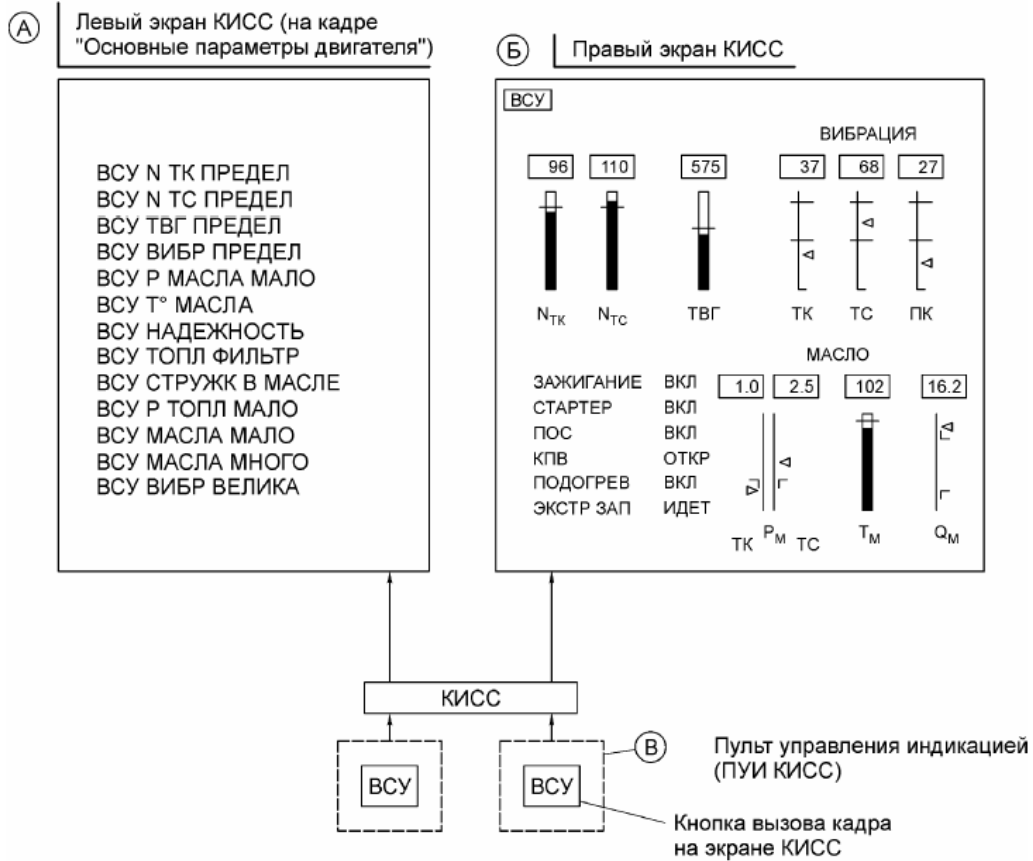

Рис. 4.23. ИНДИКАЦИЯ О ВСУ
**Левый экранный индикатор КИСС.** На левом экране отображается информация в виде надписей об аварийных отказах и неисправностях ВСУ, а также предупреждающая информация (рис. 4.23). Дискретные команды на высвечивание надписей об аварийных отказах и неисправностях ВСУ поступают от блока защиты двигателя БЗД-10, а на высвечивание надписей, несущих предупреждающую и уведомляющую информацию, от соответствующих сигнализаторов и датчиков. Вся указанная информация автоматически индицируется на экране в очередности, зависящей от категории данной информации. Аварийная информация всегда появляется над предупреждающей (табл. 4.8).
**Правый экраный индикатор КИСС.** На правом экране индикатора КИСС отображается информация о работе ВСУ в виде мнемокадра (рис. 4.23). На кадре изображаются следующие основные параметры двигателя ВСУ: